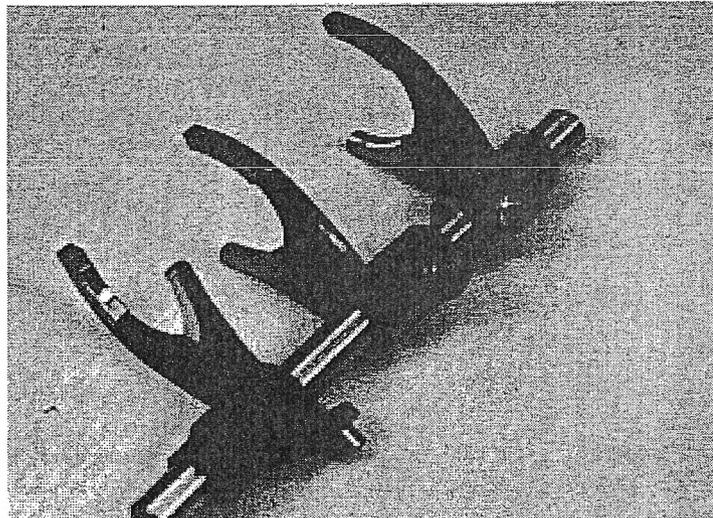

FIG.25
3. Los piñones y la cruceta son movidos por las horquillas de cambios (Fig 25). Hay tres en estas cajas de cambios, dos en el eje principal y una en el secundario. Las horquillas de cambios ajustan en las ranuras hechas en los piñones y en la cruceta. Estas ranuras permiten a los piñones y cruceta dar vueltas mientras están sujetos en su sitio por las horquillas. Los horquillas de cambios se desplazan a ambos lados de su eje.